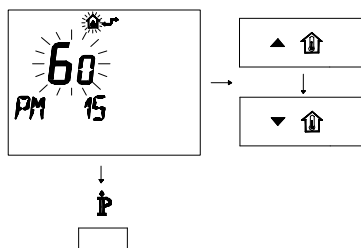

Figura 5.59
- Modificare il SET programmato agendo sui pulsanti  o  fino a visualizzare un set di 60, aspettare che il numero programmato cominci a lampeggiare (Figura 5.59)